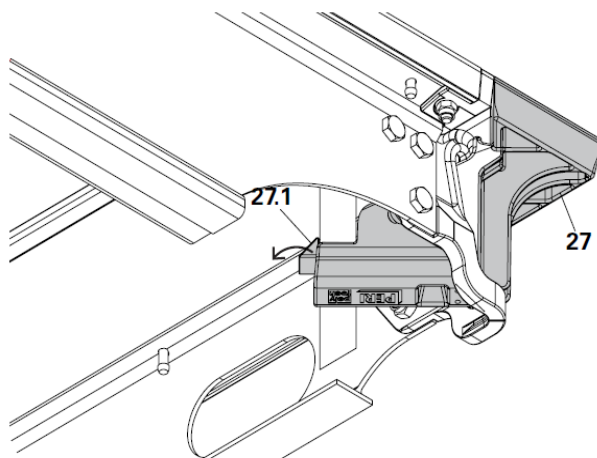
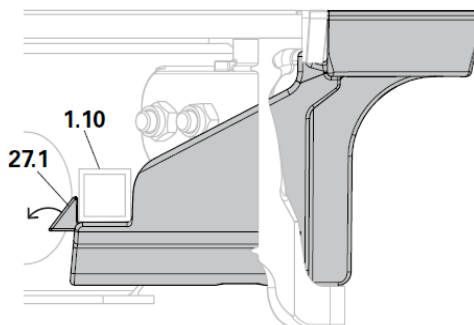

Fig. A2.35
Fig. A2.36
1. Para retirar o inserto de canto AD (27) do painel, pressionar a mola triangular (27.1) e soltar o travão do tubo quadrado (1.10) do painel (1). (Fig. A2.35 + Fig. A2.36)